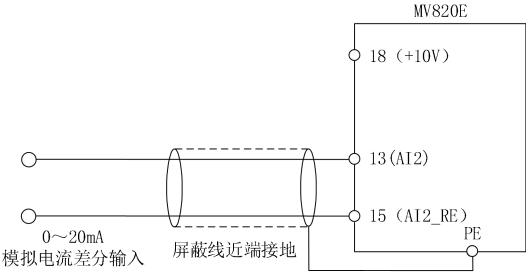

图 4-6 13 端子电流差分输入配线图
(2) 13 端子接受模拟电流差分输入或模拟电压、电流单端输入，电压/电流输入类型功能码 P09.02 的个位决定，接线方式如图 4-6、4-7、4-8 所示：